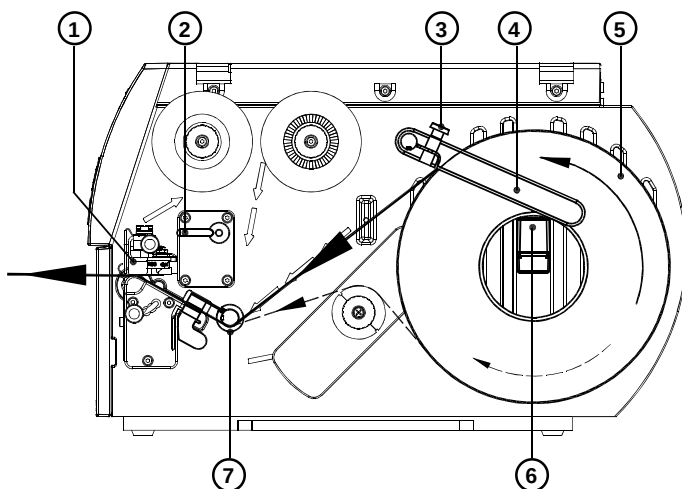

Рис. 2
1. Открутите винт с накатанной головкой (3), поверните направляющую подачу (4) вверх и выдвиньте её как можно дальше наружу.
2. Положите рулон этикеток (5) на роликoderжатель (6) и отмотайте достаточно длинную полосу этикеток с рулона. Задвиньте рулон до упора.
3. Опустите направляющую подачу (4) до роликoderжателя (6) вниз. Задвиньте подачу против рулона таким образом, чтобы отмотывание с рулона было бы несколько затруднительным. Закрутите винт с накатанной головкой (3).
4. Поверните рычаг (2) по ходу часовой стрелки до упора и тем самым поднимите блок печатающей головки (1).
5. Выдвиньте ведущее кольцо (7) как можно дальше наружу.
6. Протяните полосу этикеток, как показано на рис. 2, через принтер. Направление движения для этикеток, свёрнутых наружу, изображено сплошной линией, направление движения для этикеток, свёрнутых вовнутрь, изображено пунктирной линией.
7. Установите световой затвор этикеток (8) таким образом, чтобы чувствительный датчик (9) мог регистрировать пропуски между этикетками или отражающую и перфорированную маркировку. Для юстировки задвиньте световой затвор в нужное положение, при помощи грифа (10).